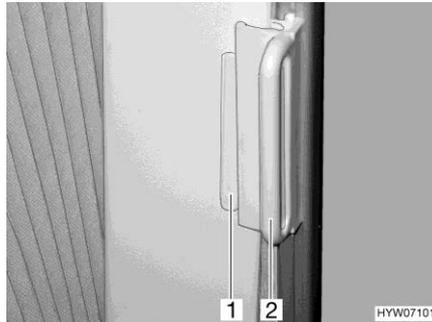

Fig. 102 Estor plegable, ventana de la cabina del conductor
- Coger los estores plegables por el tirador (Fig. 102,2) y cerrarlos cuidadosamente hasta que el cierre magnético lo mantenga en esta posición.
- Desplazar el tirador (Fig. 102,2) hasta la pieza sobrepuesta (Fig. 102,1). El estor plegable queda asegurado.